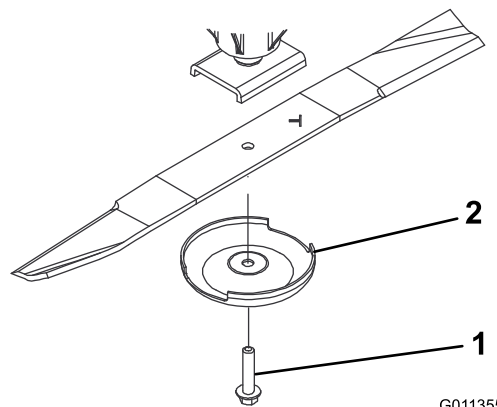

図 90
3. スピンドルのシャフトからブレードボルト、芝削り防止カップ、ブレードを取り外す **図 90**。